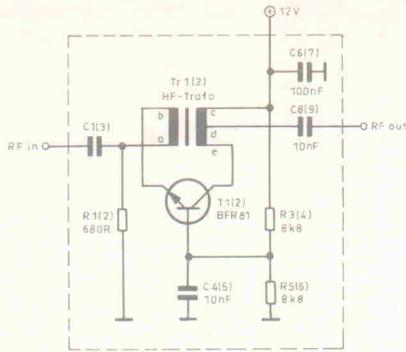
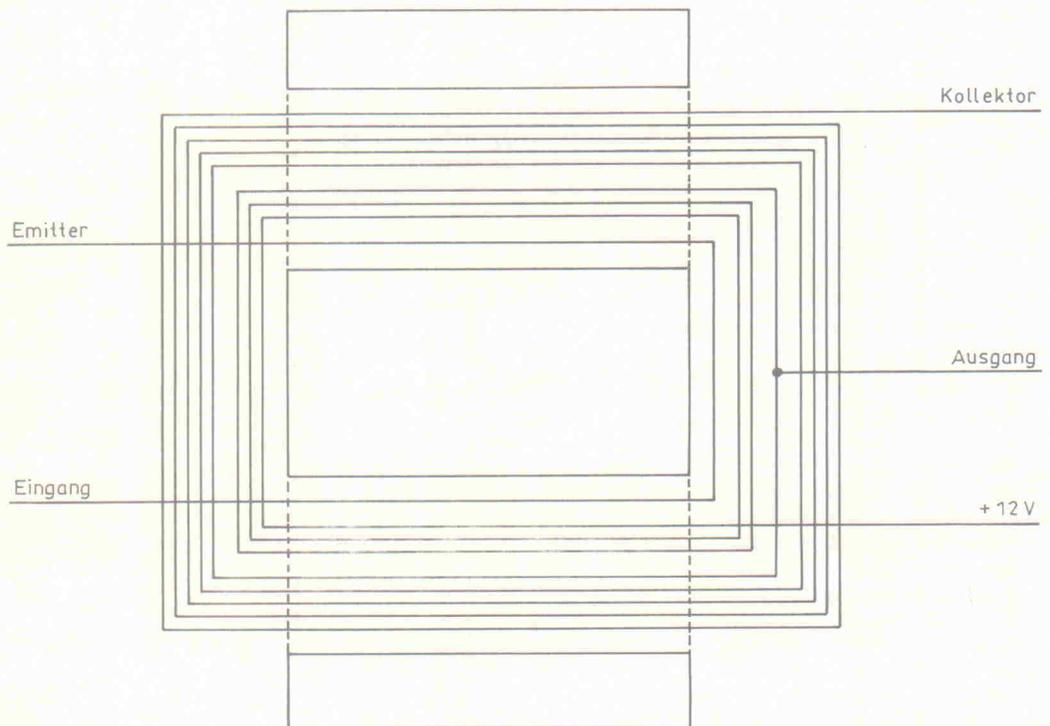

Bild 2. HF-Breitbandverstärker mit Transformator-Gegenkopplung
Bild 3. Wicklungsschema des Gegenkopplungs-Übertragers
Kleinste Rauschzahlen lassen sich durch Einsatz von GaAs-Mikrowellen-FETs erreichen, jedoch ist eine Anpassung dieser Transistoren an den Wellenwiderstand des Antennenkabels nur in einem begrenzten Frequenzbereich möglich; außerdem müssen die Verstärker individuell auf Rauschminimum abgeglichen werden. Wesentlich unkritischer ist die hier gewählte, in Bild 2 dargestellte Konstruktion, bei der ein handelsüblicher Bipolartransistor mittels eines speziellen Übertragers gegengekoppelt wird /L1,L2/.
Die schwierigsten Baugruppen sind die beiden transistorbestückten Eingangsstufen. Zur Herstellung der HF-Übertrager benötigt man spezielle Doppelloch-Ferritkerne und außerdem lötbaren dünnen Kupferlackdraht, zum Beispiel Fädeldraht, möglichst in verschiedenen Farben. Das Wicklungsschema (siehe Bild 3) ist unbedingt zu beachten. Es empfiehlt sich, den Übertrager nach Fertigstellen der Wicklung (Drahtenden kurz abschneiden und verzinnen, anschließend mit Ohmmeter Kontrolle auf Kurzschlüsse) mit einem kleinen Tropfen Epoxidharzkleber auf der Platine zu fixieren und auch den SMD-Transistor auf den Ferritkern zu kleben. Sind diese Bauteile befestigt, kann man ihre Anschlüsse sowie die weiteren Kondensatoren und Widerstände gemäß Bild 2 möglichst kurz miteinander verbinden. Die Abblockkondensatoren (Bild 2: C6(7) und